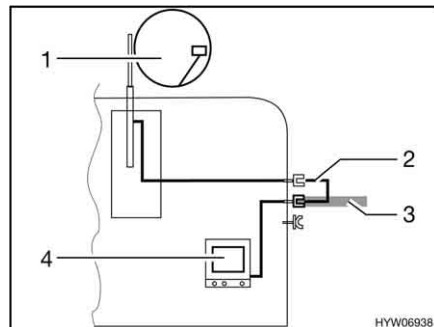

Fig. 170 TV dans le véhicule
- TV dans le véhicule (Fig. 170,4) : Raccord à l'antenne sur le toit (Fig. 170,1) avec câble d'alimentation (Fig. 170,2)
- TV dans le véhicule (Fig. 170,4) : Raccord à l'antenne extérieure (Fig. 170,3)